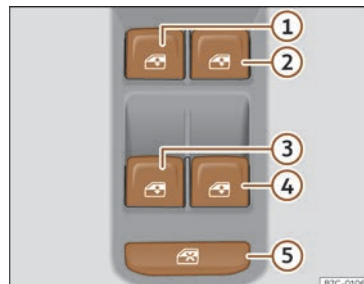

Fig. 88 Detaliu al ușii șoferului: comenzile geamurilor.
Comutatorul de siguranță >>> **fig. 88** ⑤ de pe ușa șoferului poate fi utilizat pentru dezactivarea butoanelor de acționare electrică a geamurilor ușilor din spate.